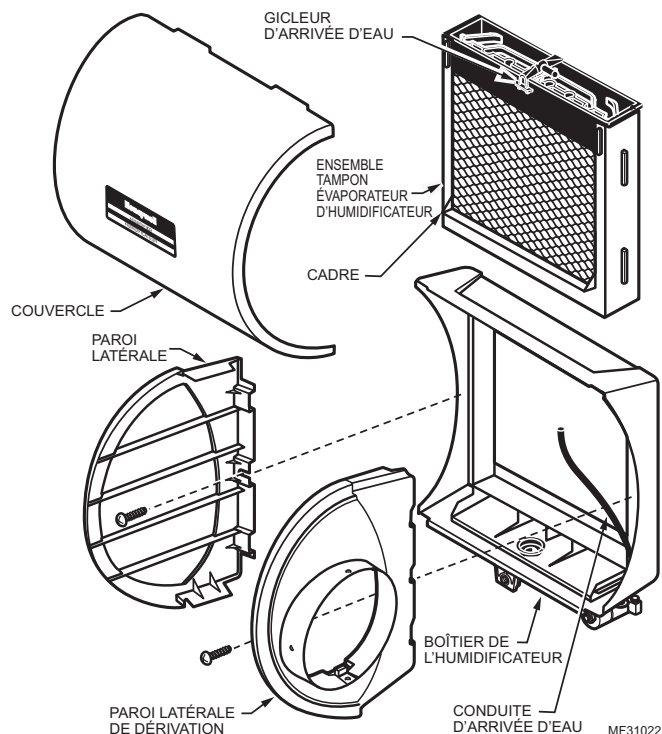

Fig. 4. Démontage de l'humidificateur.
6. Démontez l'humidificateur, retirez le couvercle et sortez le tampon de l'humidificateur. Voir la Fig. 4.